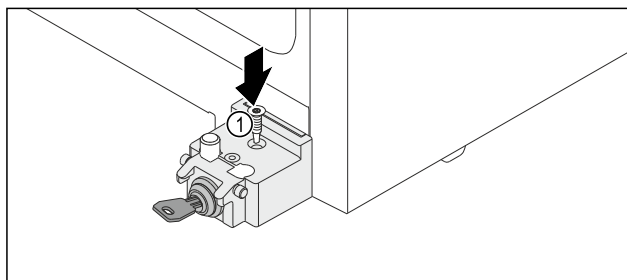

Fig. 19
- ▶ Schraube Fig. 19 (1) eindrehen.